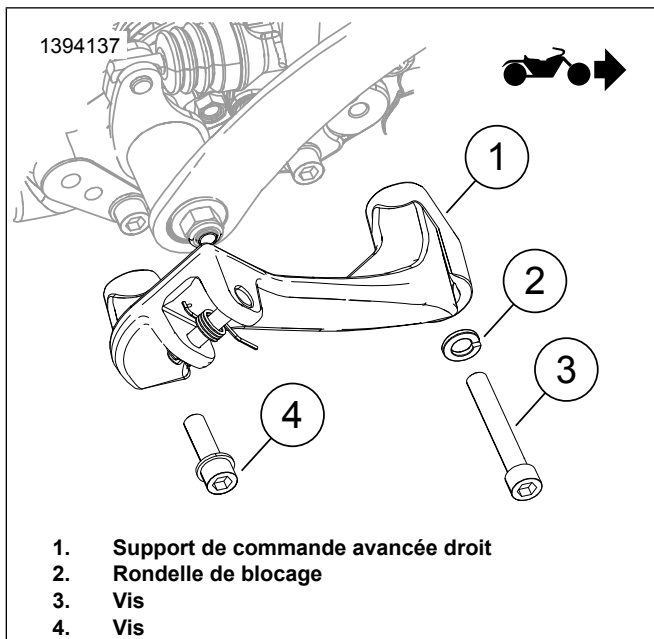

Figure 2. Commande avancée droite
1. Voir la Figure 2. Positionner le support de commande avant droit (1).
2. Installer la vis avant (3) et la rondelle de blocage (2). Serrer.